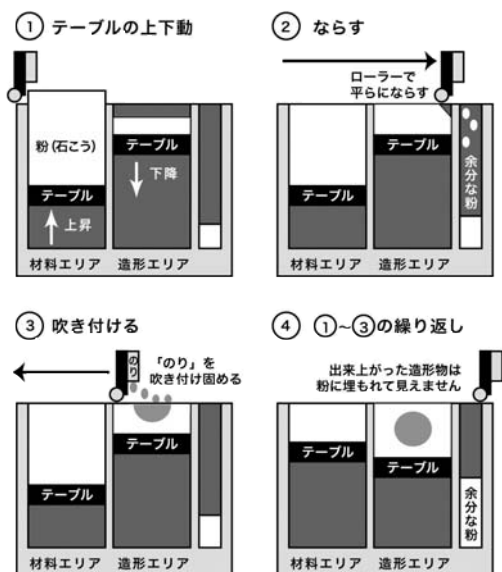

図3 積層プロセス
造形エリアは、断面をプリントするごとに一層ずつ「下がって」行きます。同時に、材料エリアは断面全体の材料を供給するために一層ずつ「上がって」行きます（図3 ①）。
ローラーによって一層分の積層に必要なだけ材料が、「上がった」材料エリアから「下がった」造形エリアへ供給され均等な厚みに整えられます。余分な材料は廃棄（次回再利用）されます（図3 ②）。
積層造形は、インクジェットのプリンターヘッドからインクのかわりに「のり」を吹き付けて輪郭を一層ずつ固めていきます。この時染み出した「のり」によって層と層をも結びつけていきます（図3 ③）。
同じ工程を繰り返すことによってデータ全体をプリントします（図3 ④）。